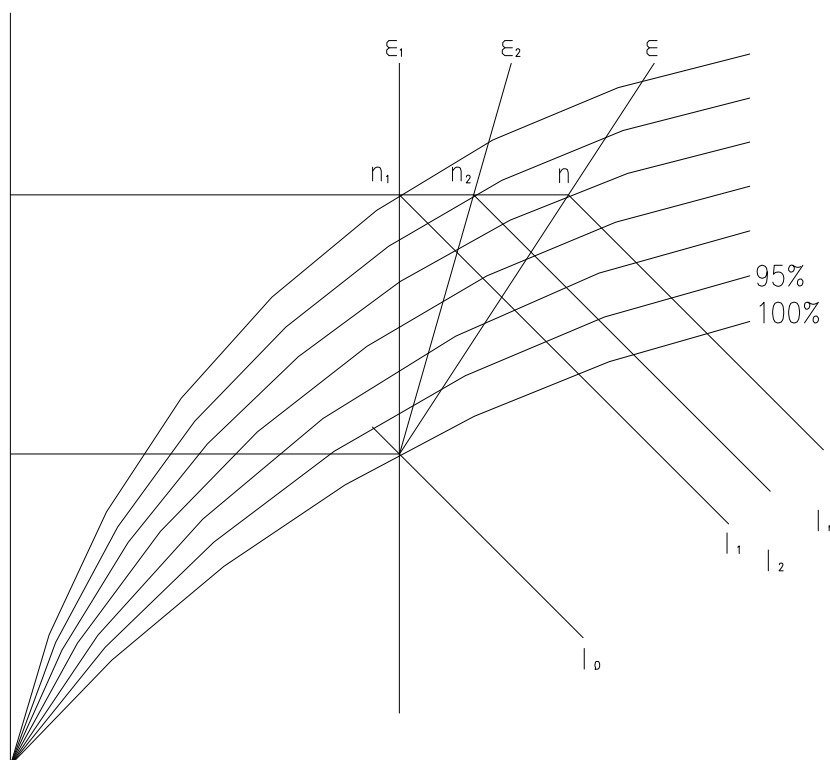

Рис. 1. Обработка воздуха фэнкойлом
6) Если фэнкойл работает в стандартных рабочих условиях, то длительность обработки воздуха зависит от разницы энтальпии обрабатываемого воздуха. Хладопроизводительность фэнкойла зависит от тепловой нагрузки в помещении. Чем выше будет соотношение тепла и влаги, тем ниже будет хладопроизводительность (см. рис. 1); разницу энтальпий можно проверить по графику соотношения тепла и влаги в помещении, по значению температурной уставки и параметрам воздуха в помещении. Хладопроизводительность фэнкойла можно рассчитать по разнице энтальпий при разном соотношении тепла и влаги в помещении.